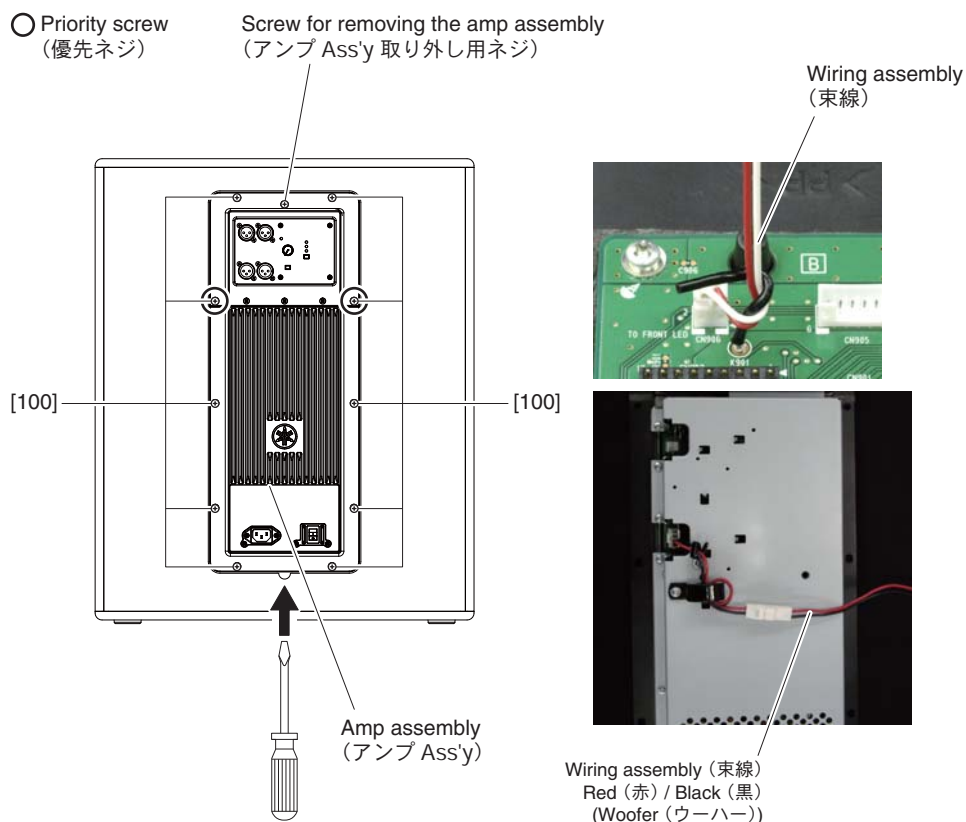

Fig. 4 (図 4)
4-1. Remove the ten (10) screws marked [100]. The amp assembly 118 can then be removed. (Fig. 4)
* When installing the amp assembly, first tighten the two (2) priority screws as shown in Fig. 4.
4-2. Follow the steps below to remove the amp assembly 112 carefully. (Fig. 4)
4-3. Disconnect the connectors of the wiring assemblies. (Fig. 4)
4-1. [100] のネジ 10 本を外して、アンプ Ass'y 118 を外します。(図 4)
※ アンプ Ass'y を取り付けるときは、図に示す優先ネジ 2 本を先に締めてください。(図 4)
4-2. 下記の手順で、慎重にアンプ Ass'y を取り外してください。(図 4)
4-3. 束線のコネクターを外します。(図 4)